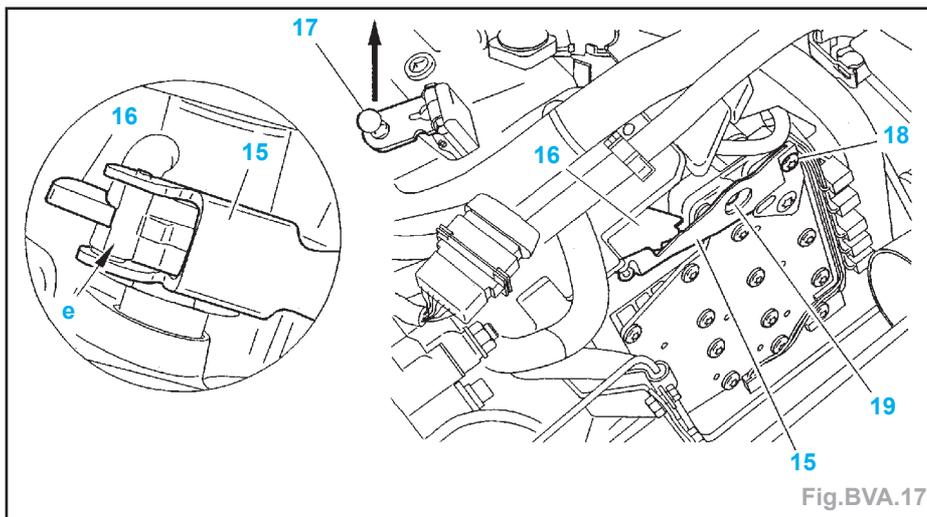
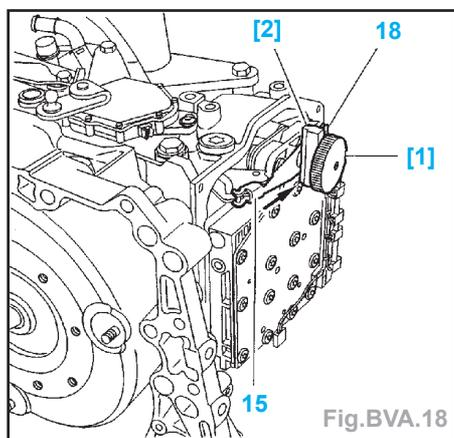

Fig. BVA.17
Fig. BVA.18
Impératif : Amener le levier (17) en position de butée mécanique vers l'arrière du véhicule (flèche). Maintenir ce levier à l'aide d'un collier plastique pendant la procédure de réglage (Fig.BVA.17).
- Desserrer la vis (18).
- Mettre le galet «e» de la lame (15) dans le cran position 2 du secteur cranté (16).
- Déposer la vis (19).
- Mettre l'outil [2] en appui sur la largeur de la lame (15) (Fig.BVA.18).
- Poser l'outil [1] en lieu et place de la vis (19).
- Pousser la lame (15) dans le sens de la flèche et bloquer l'ensemble à l'aide de l'outil [1].
- Serrer la vis (18) à **0,9 ± 0,09 daN.m**.